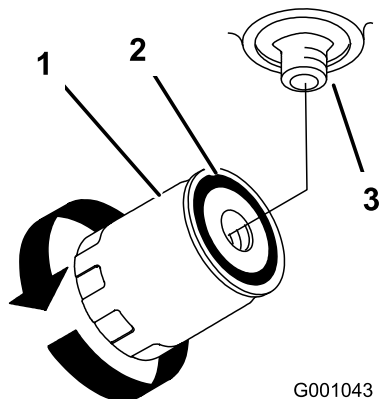

Figura 74
4. Retire el filtro usado y limpie con un paño la superficie de la junta del adaptador del filtro (Figura 74).
7. Gire el filtro en sentido horario hasta que la junta de goma entre en contacto con el adaptador del filtro y apriete el filtro media vuelta más (Figura 74).